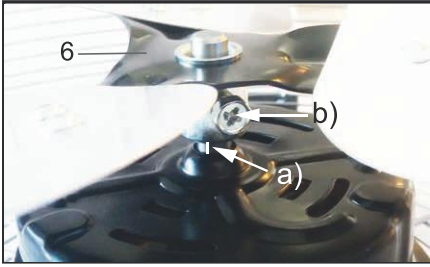

Fig. 1: Montage Rotor
Der Rotor darf nicht unmittelbar auf dem Motor aufliegen. Es muss ein sichtbarer Abstand zwischen Abstandhalter und Motor erkennbar sein. Siehe Abb. 1 a).
3. Schrauben Sie den Rotor mit der seitlich am Abstandhalter befindlichen Schraube fest. Siehe Abb.1 b).